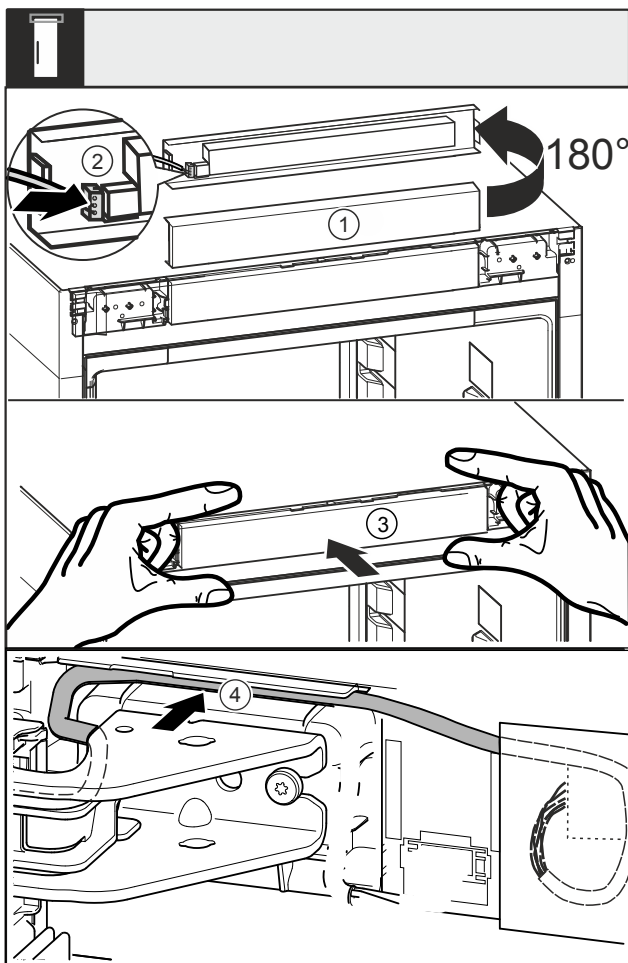

Fig. 46
- ▶ Obrócić zaślepkę Fig. 46 (1) o 180° do góry.
- ▶ Podłączyć wtyczkę Fig. 46 (2) do zaślepki panelu obrotowego.
- ▶ Zaczepić ponownie zaślepkę Fig. 46 (3) na urządzeniu.
- ▶ Ułożyć ostrożnie kabel w prowadnicy Fig. 46 (4) nad górną płytką zawiasu.